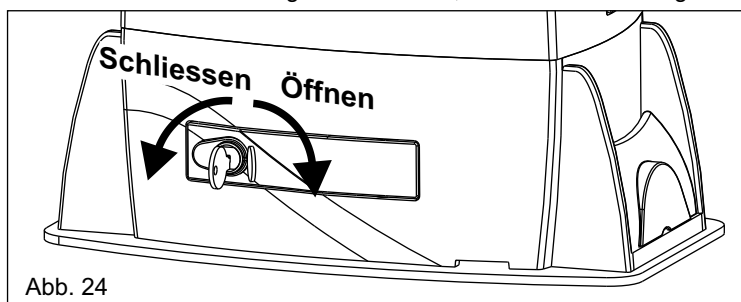

Abb. 24
- Die Schutzklappe des Schlosses öffnen, den Schlüssel einführen und um 90° im Uhrzeigersinn drehen (Abb. 24).